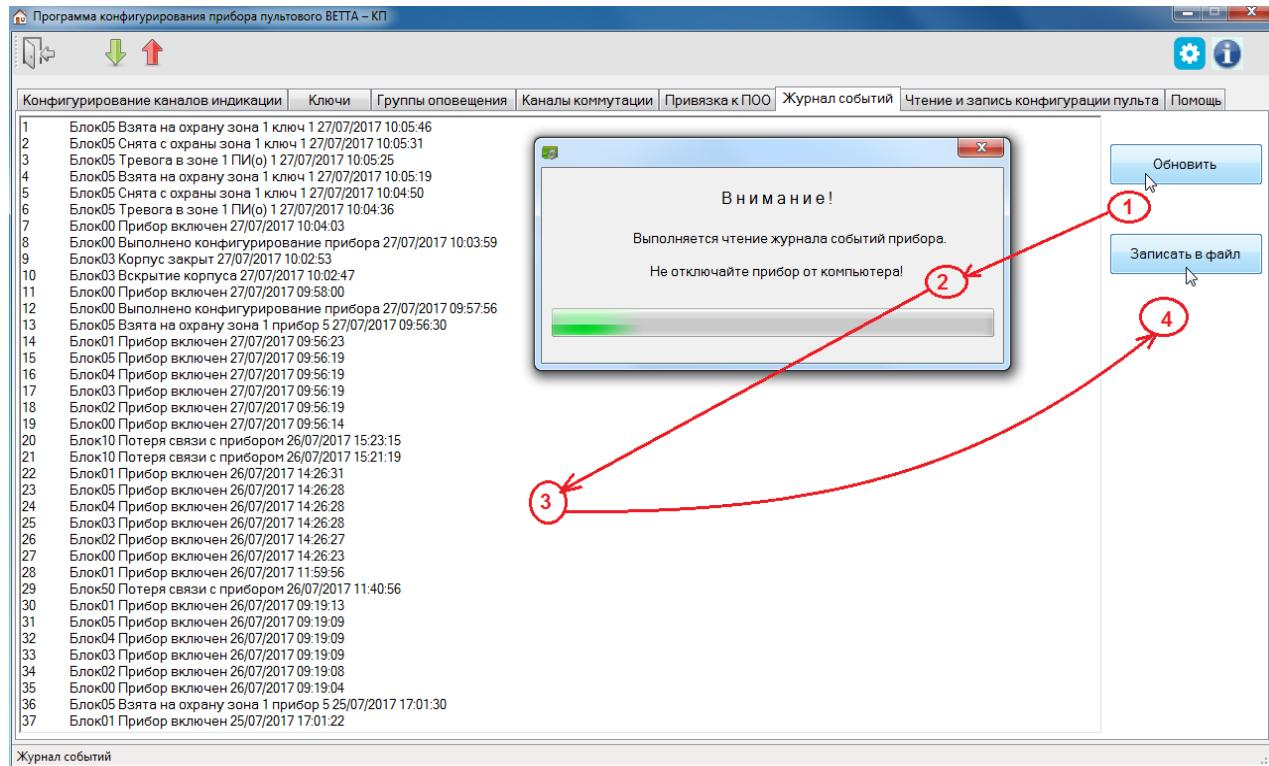

Рис. 31. Порядок действий при чтении журнала событий системы
4) после завершения чтения текущей конфигурации и запуска основного окна программы-конфигуратора, перейдите на вкладку «Журнал событий» (Рис. 31);
5) нажмите кнопку «Обновить» (Рис. 31, шаг 1);
6) программа выдаст информационное диалоговое окно (Рис. 31, шаг 2), которое автоматически закроется после завершения процесса считывания журнала из ОКП;
7) после считывания журнала из ОКП информация о системных событиях становится доступной в окне программы (Рис. 31, шаг 3), записи выводятся в хронологическом порядке, последние по времени – сверху;
8) для сохранения журнала событий на компьютере нажмите кнопку «Записать в файл» (Рис. 31, шаг 4) и укажите в появившемся диалоговом окне путь и название файла; сохраненный файл имеет формат iff и может быть прочитан программами типа текстового редактора Word.